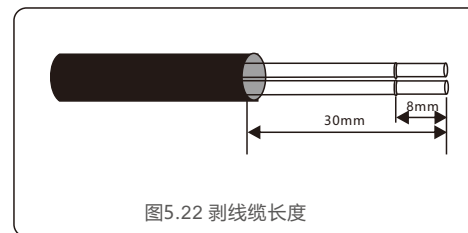

图5.22 剥线缆长度
1. 利用剥线钳，将通信线缆的钢铠和线芯的绝缘层，剥去适合的长度。（如图5.22所示）。